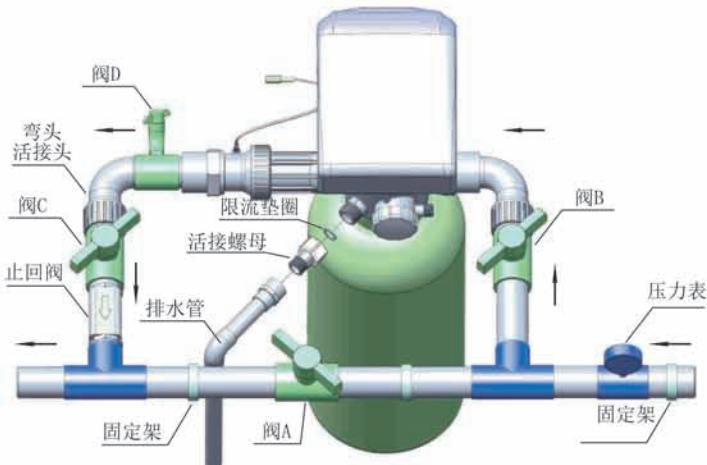

图1-3
- a、如图1-3所示，在进水端安装压力表；
将排水限流垫圈放入排水口，用活接螺母将排水口连接，如图1-3所示。